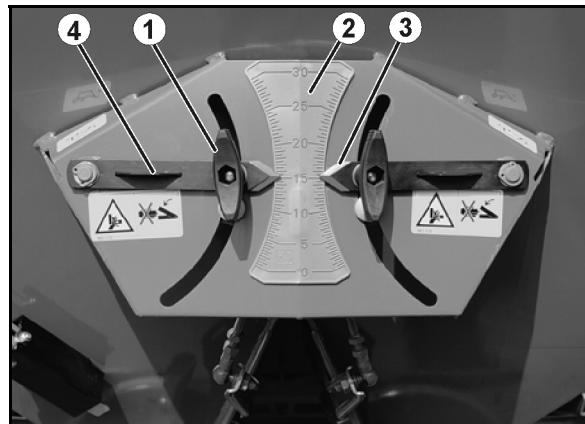

图 60
2. 拧开翼型螺母（图 60/1）。
4. 将两个操纵杆（图 60/4）的读取边（图 60/3）设置为该刻度值。
5. 重新拧紧翼型螺母（图 60/1）。